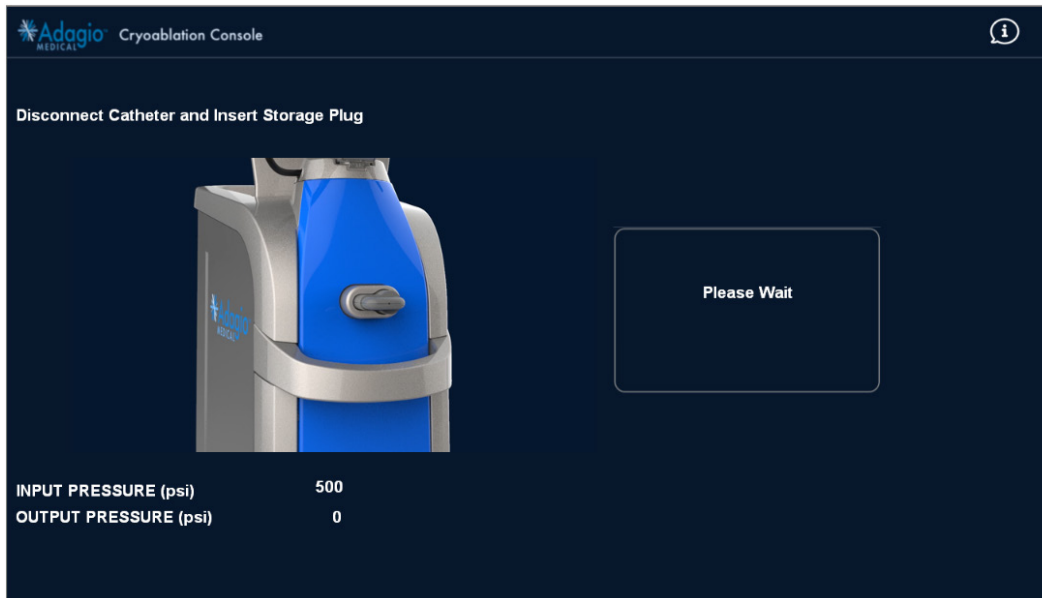

Afbeelding 104 – Scherm om loskoppeling van de katheter te bevestigen
2. Druk op de knop END PROCEDURE (Procedure beëindigen) (Afbeelding 103) om de katheter los te koppelen. Het systeem vraagt u om dit te bevestigen (Afbeelding 104). Druk op DISCONNECT (Loskoppelen) om de procedure verder te beëindigen.